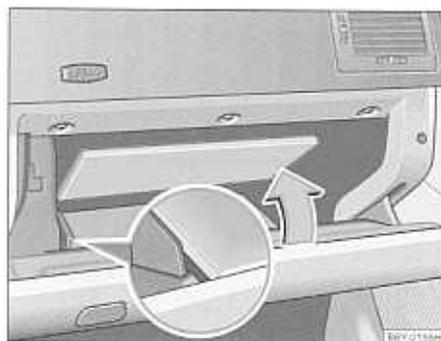

Fig. 70 Compartimento guardaobjetos: pared divisoria inclinable
⇒ página 86, fig. 70.
- Debe asir la pared divisoria por el borde o por el rebaje y abrirla abatiéndola en el sentido de la flecha ⇒ página 86, fig. 70.